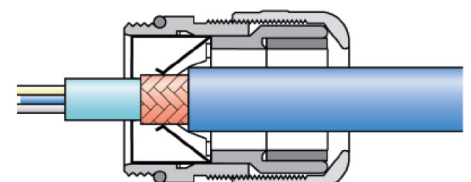

Abbildung 29: Kabeleinführung
3. Die Kabeleinführung sollte wie in Abbildung 29 gezeigt erfolgen.